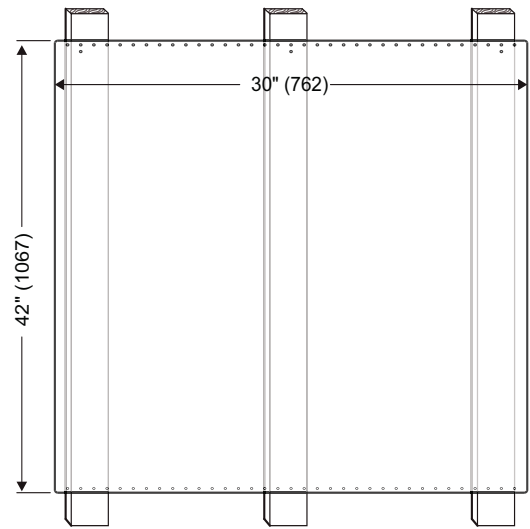

Figure 13 : Installation du dossieret de protection
3. Utilisez deux vis fournies pour fixer le haut et le bas du dossieret de protection dans chaque montant de cloison (voir Figure 13).